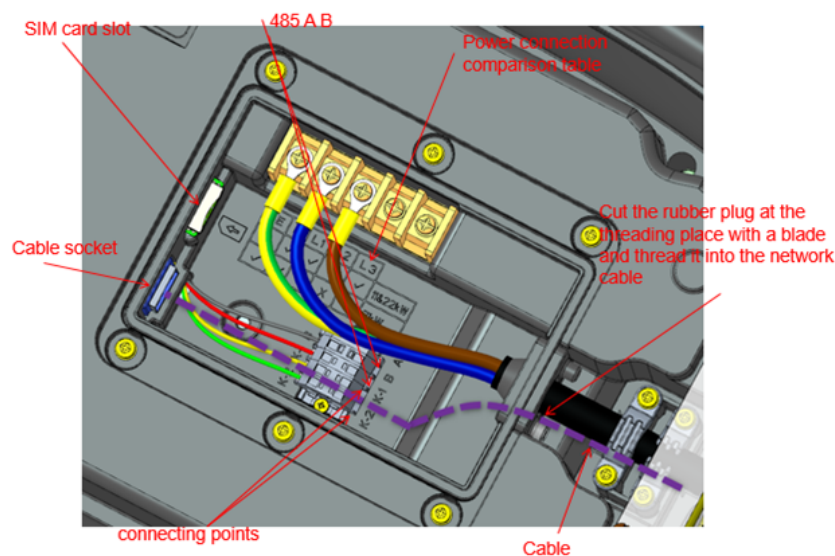
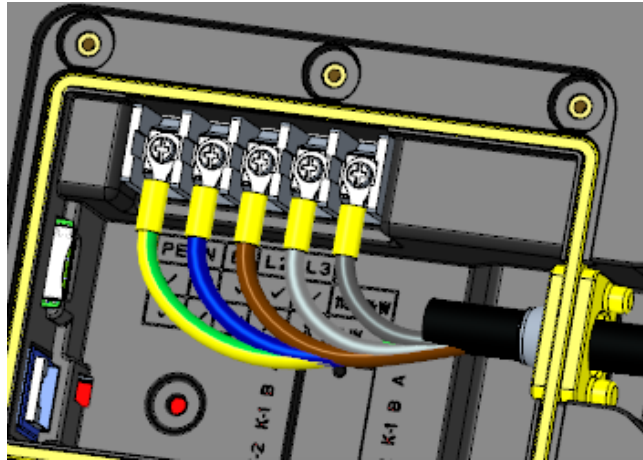

Abbildung 7: Verbindung herstellen
Abbildung 8: Eingehende Kabelverbindungen
- Das Ethernet-Kabel in den dafür vorgesehenen Anschluss (Abbildung 7) stecken. Das Ethernet-Kabel muss durch die Dichtung (Abbildung 8, Gelb markiert) geführt werden. Dazu das hervorstehende Gummi links oder rechts der Stromkabeldurchführung abschneiden (Abbildung 7). Die Durchführungen haben verschiedene Durchmesser. Bitte wählen Sie die passende Durchführung abhängig von der Kabeldicke des Ethernet-Kabels aus.